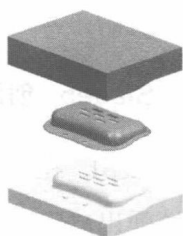

图 1.19 移动型芯
(2) 选择 **移动对象** 单选项, 沿 Z 轴负方向移动 100, 单击 **确定** 按钮, 移动结果如图 1.19 所示。